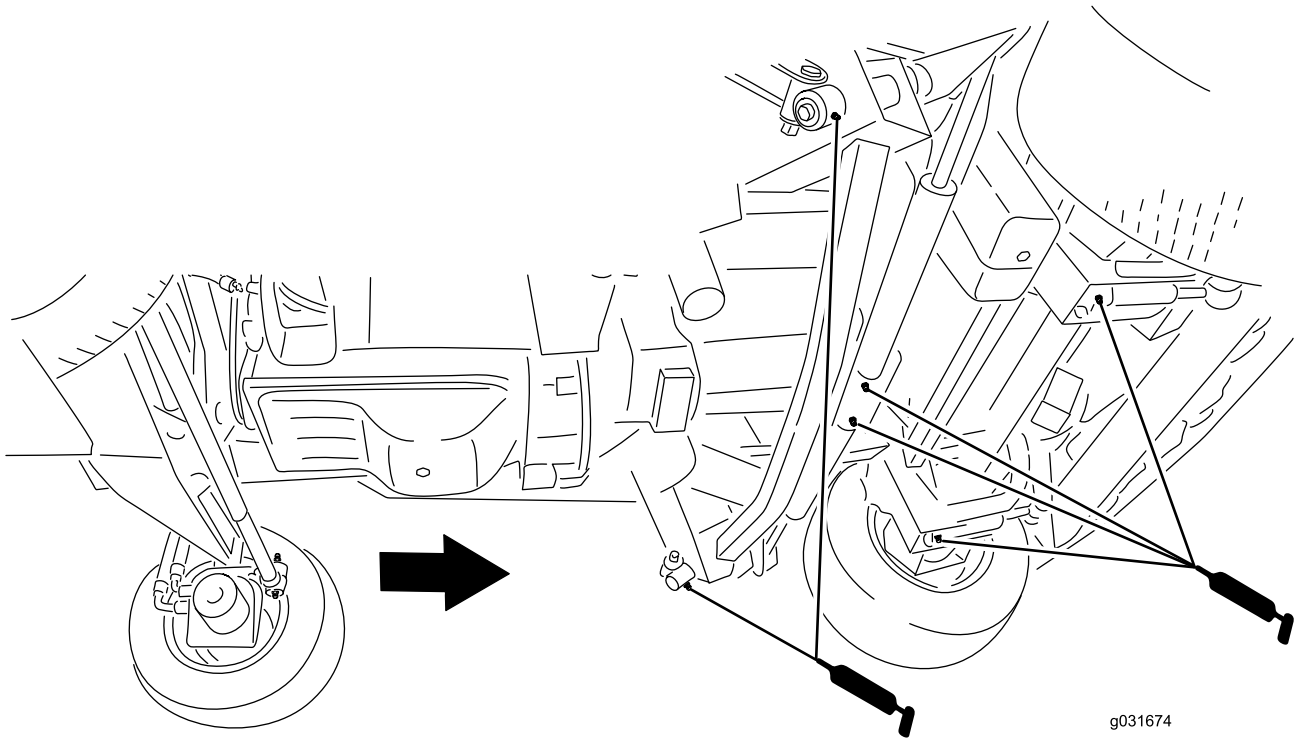

Figura 49
- 2 bracci di impatto (Figura 49)
- 2 perni di articolazione del cilindro di sollevamento del piatto anteriore (Figura 49)
- 2 perni di articolazione del cilindro di sollevamento dei piatti laterali (Figura 49)